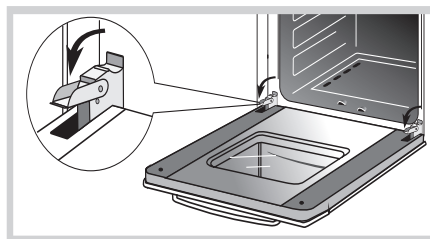

Рис. 12
- поднимите и поверните до упора рычаги, расположенные на двух шарнирах (рис. 12),